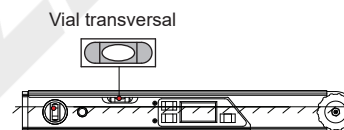

Fig.1
- a. Comprobación transversal (Fig.1).